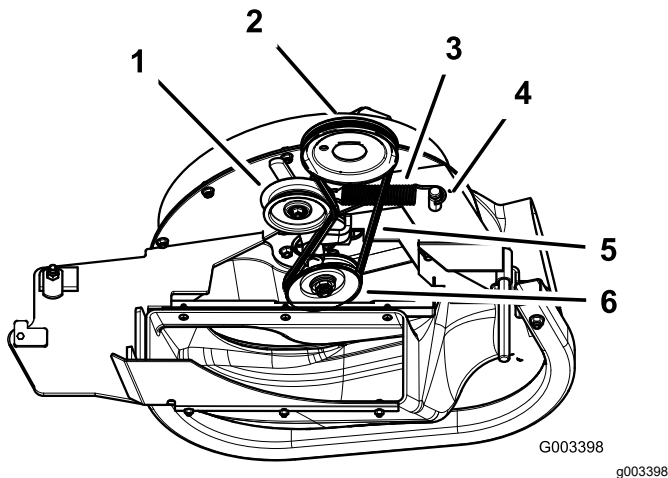

Bild 14
1. Verlegen Sie den Riemen an Mähwerken mit 152 cm und 183 cm um die Riemenscheibe des Gebläses (Bild 14).